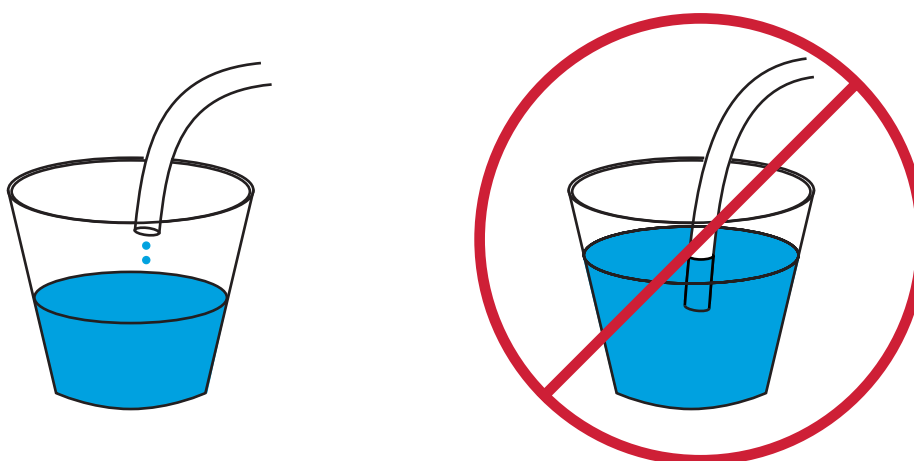

Figura 30. Tubo de gotejamento corretamente pendurado (esquerdo) e incorretamente submerso (direito)
- A extremidade aberta da tubulação não fique submersa no container de drenagem (**Figura 30**, "Tubo de gotejamento corretamente pendurado (esquerdo) e incorretamente submerso (direito)", na página 61).